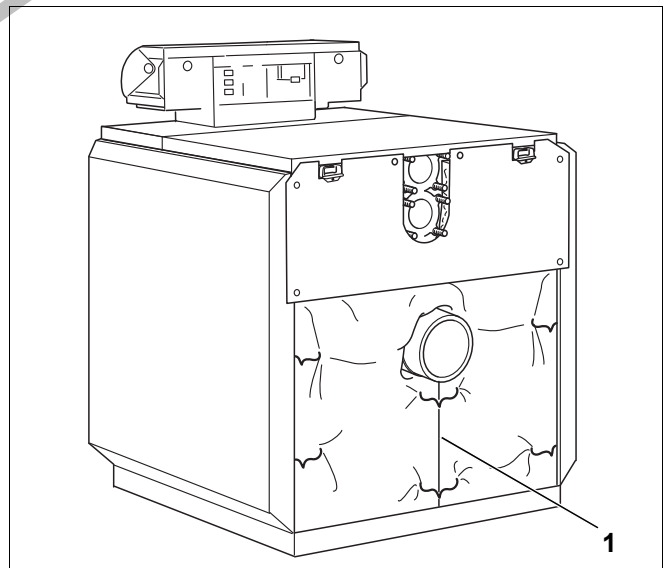

Рис. 55 Укладка теплоизоляции задней секции
- ▶ Отогните вниз теплоизоляцию задней стенки и скрепите её пружинной стяжкой под патрубком дымовых газов рис. 55, [1]).